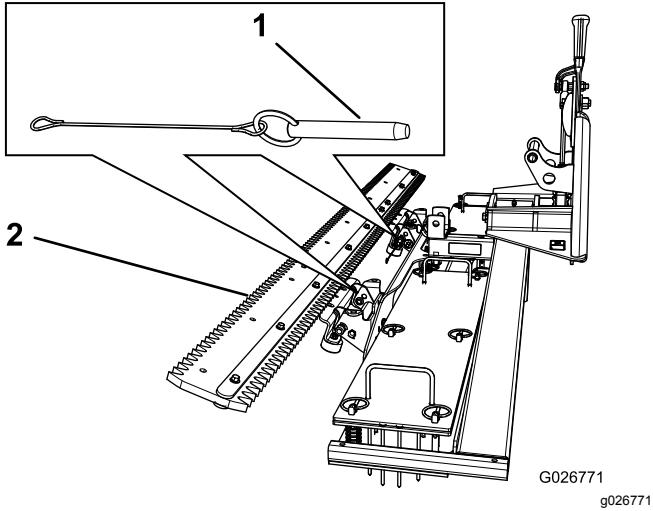

Figura 11
1. Rimuovete i 2 cavallotti con perno (Figura 11).
1. Cavallotto con perno (2) 2. Sistema di grooming in posizione di esclusione
2. Incline il sistema di grooming verso l'alto, quindi inserite i cavallotti con perno per fissarlo in quella posizione (Figura 11).